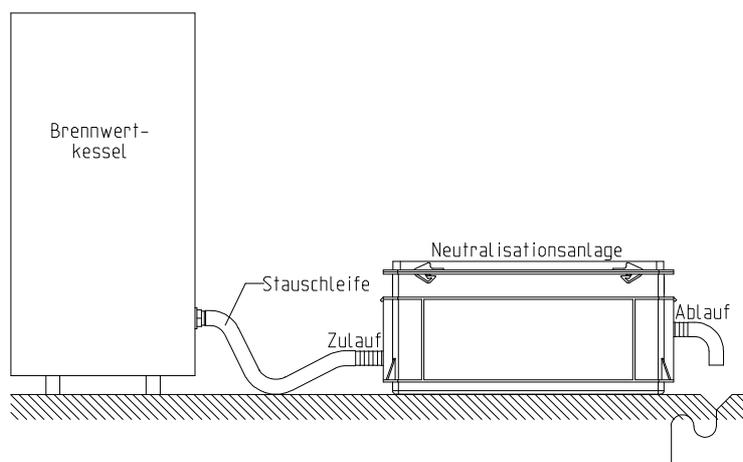

Рис. D-1: Пример монтажа
- Отводной шланг нельзя подключать к канализационному трубопроводу напрямую, чтобы предотвратить обратное инфицирование из канализации в нейтрализационную установку. (смотри Рис. D-1).
- Если на котле не смонтирован сифон, то подводящий шланг необходимо прокладывать в виде петли гидрозатвора с наклоном к нейтрализационной установке (смотри Рис. D-1).